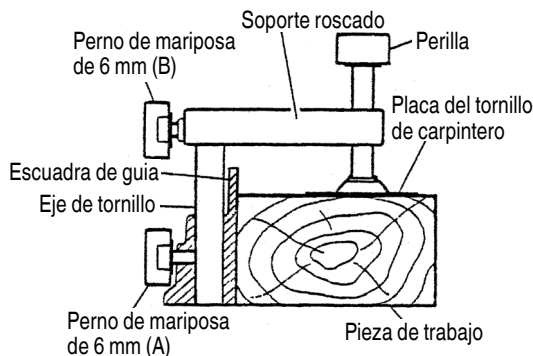

Fig. 23
- (1) El módulo de prensa de tornillo puede ser montado en el lado izquierdo o derecho del tope aflojando el perno de palomilla de 6 mm (A).
- (2) El portatornillo puede elevarse o bajarse de acuerdo con la altura de la pieza de trabajo aflojando el perno de orejas de 6 mm (B). Después del ajuste, apriete firmemente el perno de orejas de 6 mm (B) y fije el portatornillo.
- (3) Gire la perilla superior y fije firmemente la pieza de trabajo en su lugar (Fig. 23).